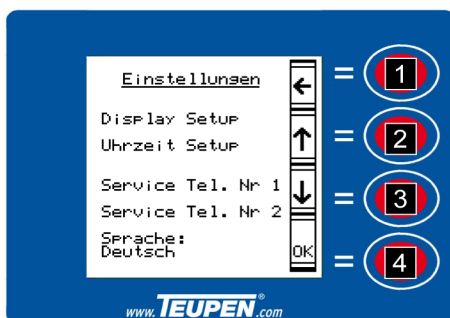

Fig. 73: Réglage de la langue
1. ➔ Sélectionner la langue avec les [touches de fonction] (Voir la Fig. 73/2 et 3).
2. ➔ Appuyer sur la [touche de fonction] (Voir la Fig. 73/4).
3. ➔ Sélectionner la langue souhaitée avec les [touches de fonction] (Voir la Fig. 73/2 et 3).
4. ➔ Confirmer la langue sélectionnée avec la [touche de fonction] (Voir la Fig. 73/4).